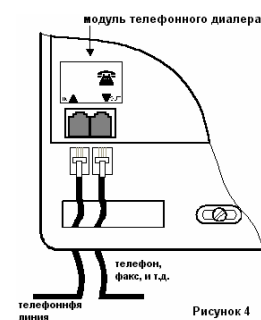

Рисунок 4
- Используйте предусмотренный телефонный кабель для подключения телефонной линии к входному гнезду (IN) в середине контрольной панели (см. рис. 4);